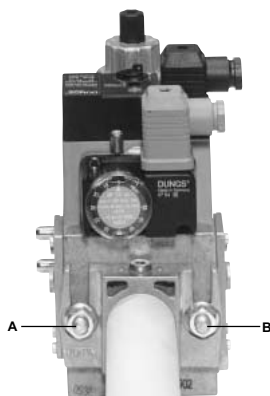
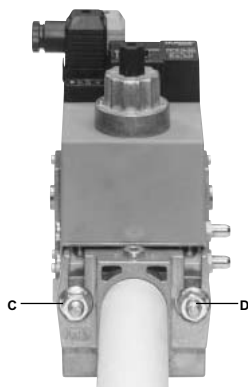

Рис. 5
Рис. 6
3. Затянуть винты A, B, C и D (Рис. 5 - Рис. 6), (Рис. 8), соблюдая дистанции монтажа (Рис. 8);